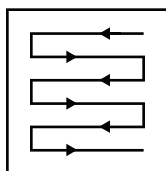

Fig. 17
5. Tunde în rânduri care se suprapun puțin. Tiparul cel mai eficient pentru tunderea gazonului este cel în linii drepte de-a lungul unei laturi. Astfel, rândurile rămân egale și tot gazonul este tuns fără a omite vreun loc (Fig. 17).
8. Golește periodic colectorul de iarbă (8).